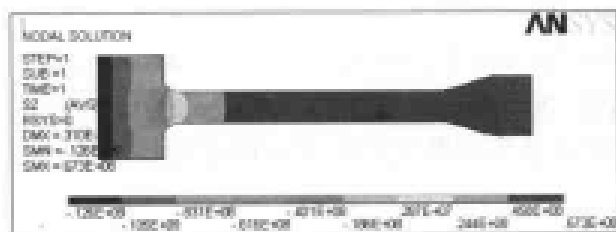

图 13-47 周向应力场分布等值线图
(6) 选择 Main Menu | General Postproc | Plot Result | Contour Plot | Nodal Solu 命令, 出现 Contour Nodal Solution Data 对话框, 选择 Nodal Solution | Stress | Z-Component of stress 选项, 单击 OK 按钮, ANSYS 窗口显示周向应力场分布等值线图, 如图 13-47 所示。